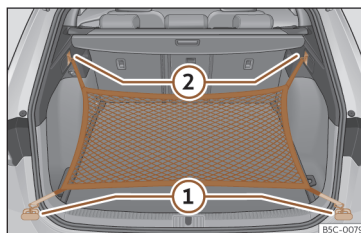

Fig. 187 En el maletero: argollas (1) y ganchos (2) para enganchar la bolsa de red.
- Fije los ganchos cortos de la red en las argollas de amarre >>> **fig. 187** (1) >>> . La cremallera de la bolsa tiene que quedar hacia arriba.
- Fije las cintas en los ganchos para colgar bolsas (2).